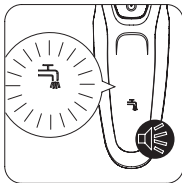

Fig. 10
- Tire de la unidad de afeitado hacia arriba (Fig. 10)